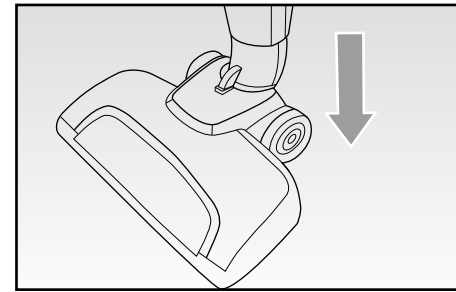

Fig. 7
- Inserire la spazzola nel corpo dell'apparecchio (R), premendola leggermente fino a battuta (Fig. 7).